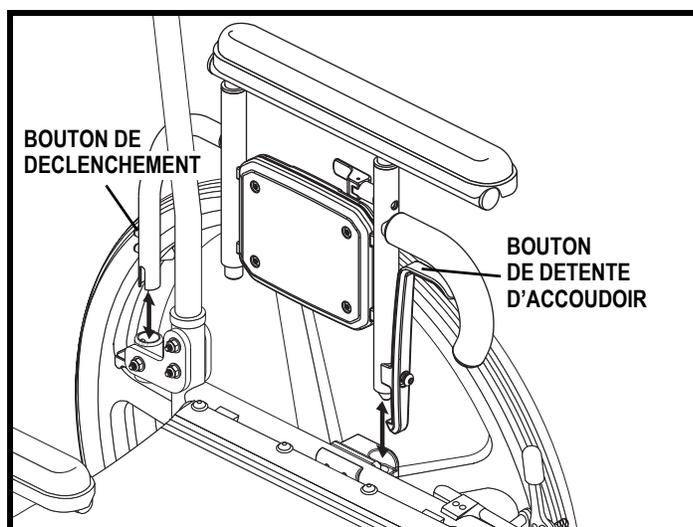

Figure 37. Enlèvement d'un accoudoir à double support
1. Tirez le loquet situé sur l'accoudoir. **Voir la figure 37.**